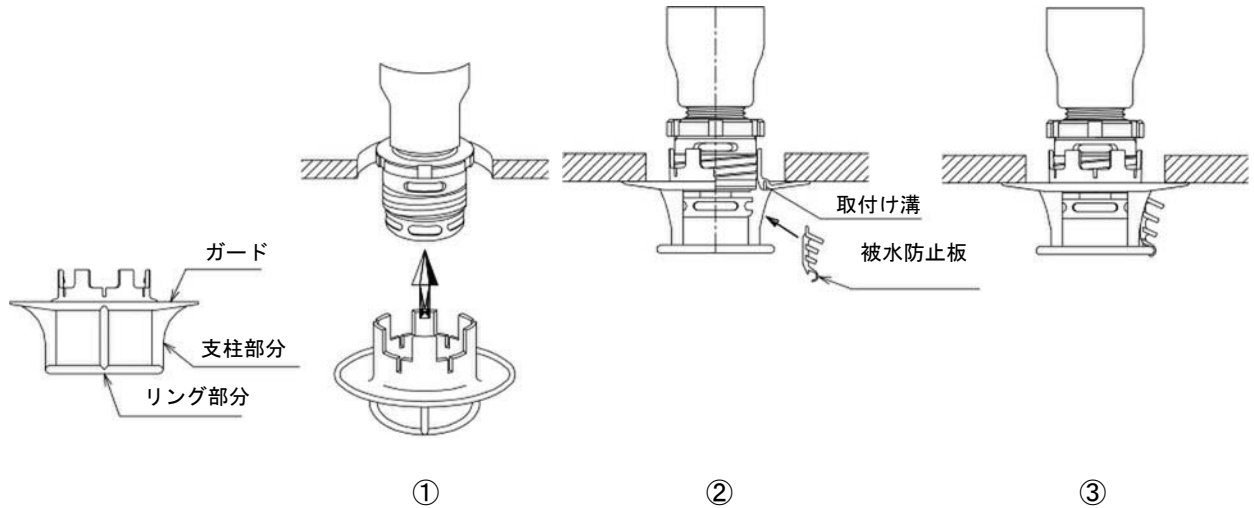

図4. 被水防止板取付け手順
- ①下図4に示すように、ガードのリング部分、及び支柱部分等を手で持ち、固定されているスプリンクラーヘッドに押し込む。
- ②対向するヘッドの方向を確認し、それに合わせて被水防止板取付け溝とガードのリング部分に被水防止板を固定する。
- ③被水防止板の取付け完了。